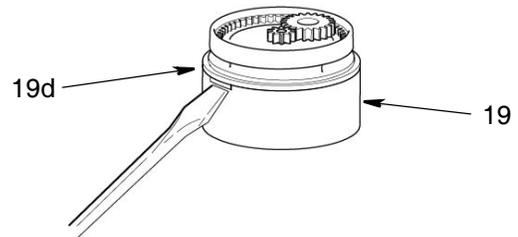

FIG. 13
6. Inserte un destornillador en la muesca del conjunto del pistón (19) y saque la tapa del pistón (19d). Consulte la FIG. 13. Retire todas las piezas.